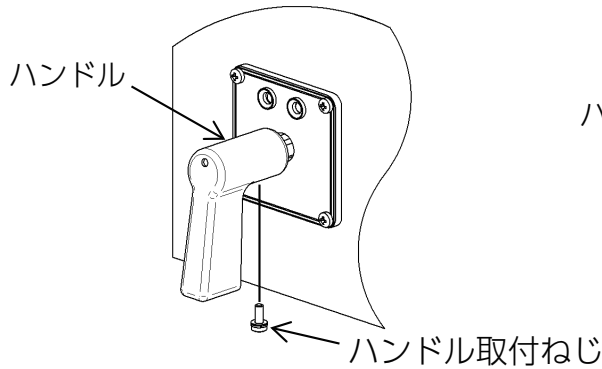
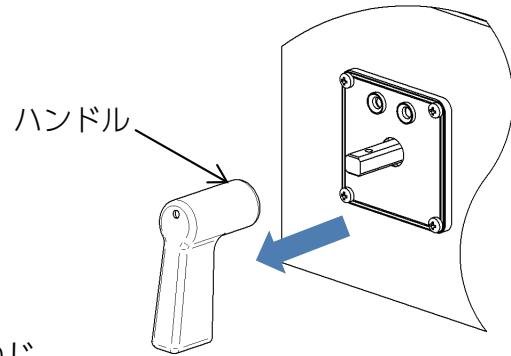

図1
図2
① ハンドル取付ねじを取外し、ハンドルを取外す。(図1, 図2)